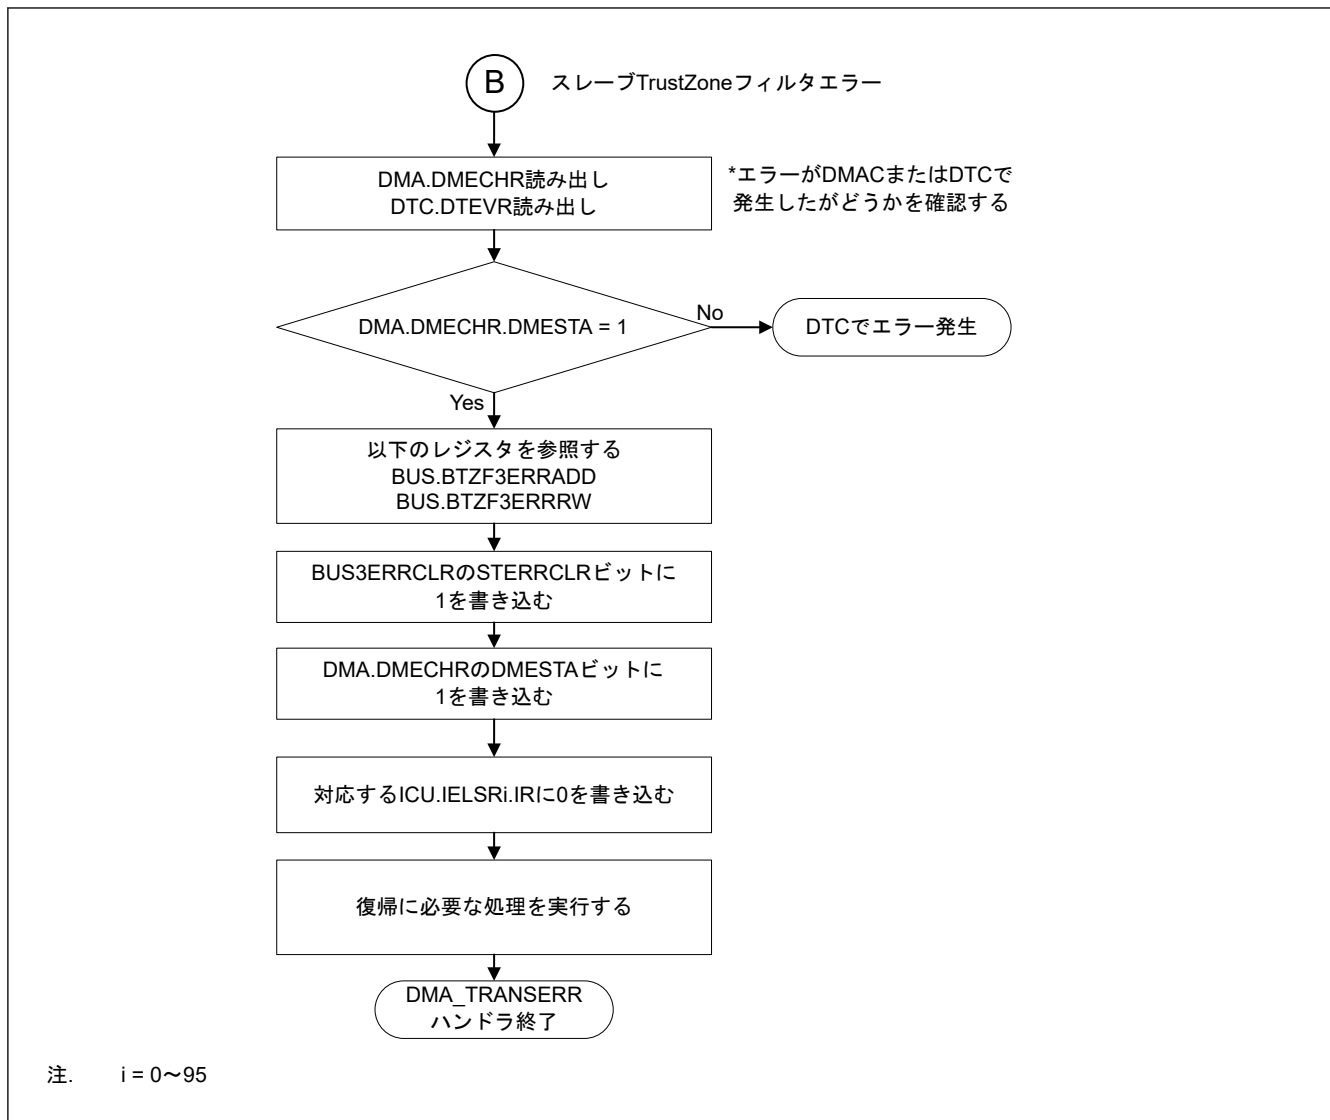

図 16.29 スレーブ TrustZone フィルタエラーの DMA\_TRANSERR ハンドラにおける処理
- 図 16.29 に DMAC のスレーブ TrustZone フィルタエラーが発生したチャンネルを確認するフローを示します。